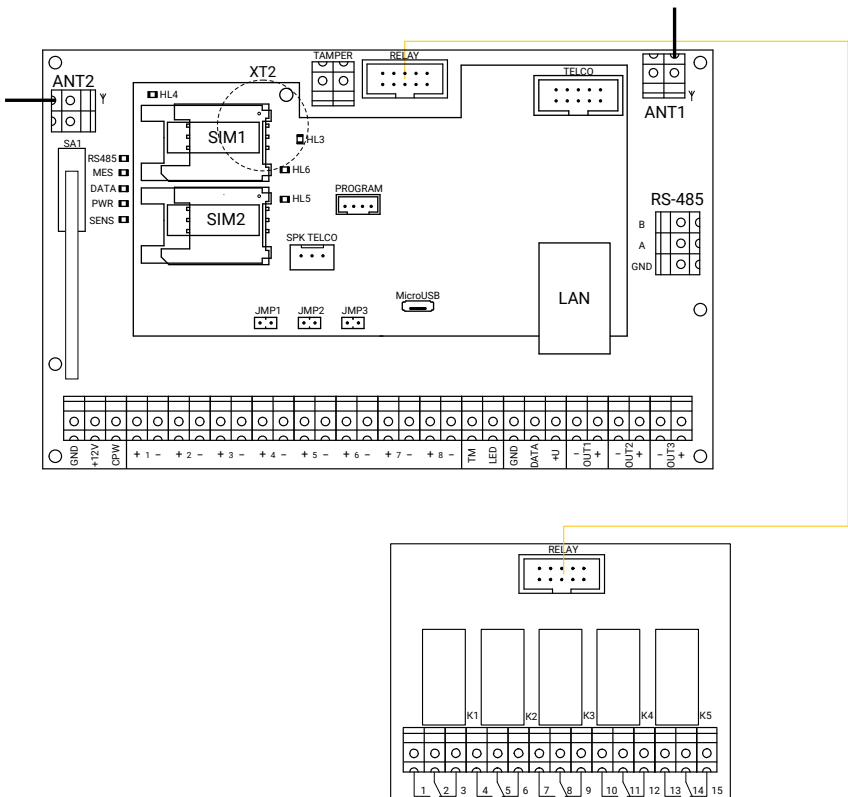

Рисунок 29. Схема подключения реле
- При помощи шлейфа разъёмом RELAY к такому же разъёму охранной панели. Данный способ подключения позволяет организовать дополнительную выносную световую индикацию состояния разделов (до 5) и не требует настройки реле. Работа релейных модулей определяется настройками охранной панели. В этом случае интеллектуальное реле работает и подключается, как обычное (рис. 29);